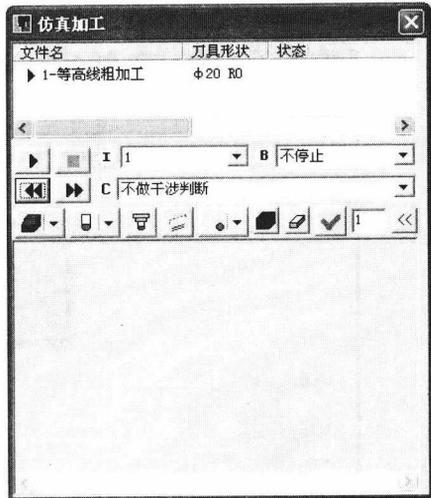

图 1-1-12 【仿真加工】对话框
① 执行主菜单中的【加工】|【轨迹仿真】命令，系统提示“拾取刀具轨迹”，在特征/轨迹树中单击【1-等高线粗加工】，刀路轨迹线变成红色，右击结束拾取操作。工作界面转换为“CAXA 轨迹仿真”，即系统进入仿真模块。
② 单击“仿真加工”图标,弹出【仿真加工】对话框,如图 1-1-12 所示,在【I】列表框中选择“1”,单击播放按钮,系统开始仿真加工。
③ 仿真加工结束后关闭仿真窗口。